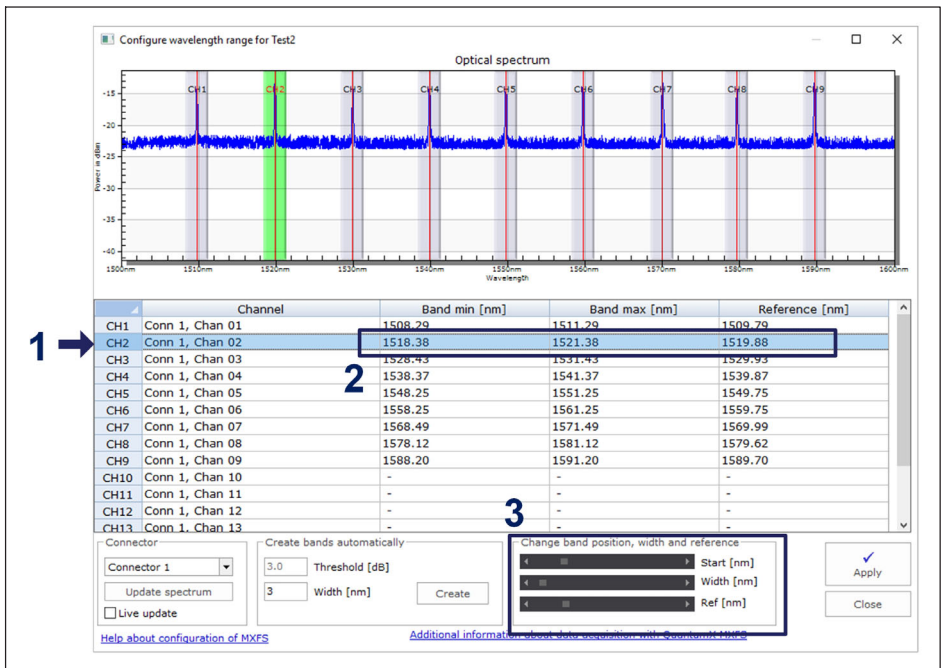

Fig. 4.11 Ajustement des bandes
- ▶ sélectionnant la ligne de la voie désirée (la ligne sera surlignée en bleu dans le tableau et la bande sera surlignée en vert sur le graphique) - numéro 1 sur la Fig. 4.11 ;
- ▶ écrivant dans le tableau la valeur minimale de la bande, la valeur maximale de la bande et la longueur d'ondes de référence - numéro 2 sur la Fig. 4.11
- ▶ ou en ajustant la valeur minimale de la bande, la valeur maximale de la bande et la longueur d'ondes de référence à l'aide des barres de défilement situées en bas - numéro 3 sur la Fig. 4.11.